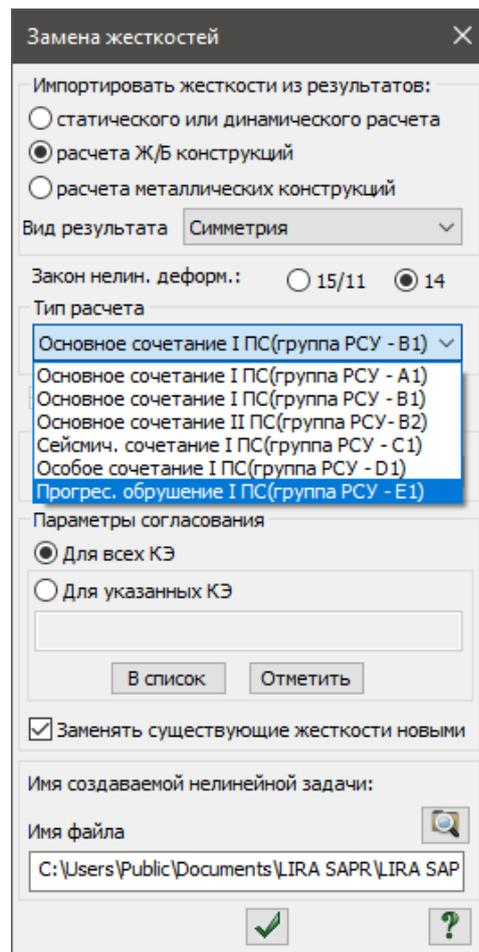

Рис. 16.24 Окно Замена жёсткостей
- ❑ В этом окне щёлкните по кнопке  - **Замена жесткостей по данным конструирования или статического и динамического расчета** вызовите диалоговое окно **Замена жесткостей по данным конструирования или расчетными** (рис.16.24);